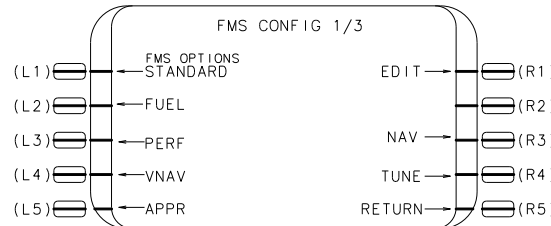

FIGURE 5
6. THE FMS CONFIG PAGE WILL APPEAR (REF FIGURE 5). PRESS PERF LSK.
- PRESS THE FMS CONFIG LSK. THE FMS CONFIG WILL APPEAR (REF FIG 5).